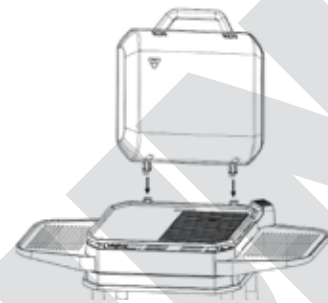

fig. 12
14. Conecte el enchufe del termostato con la hembra en la placa de parrilla (fig. 12).